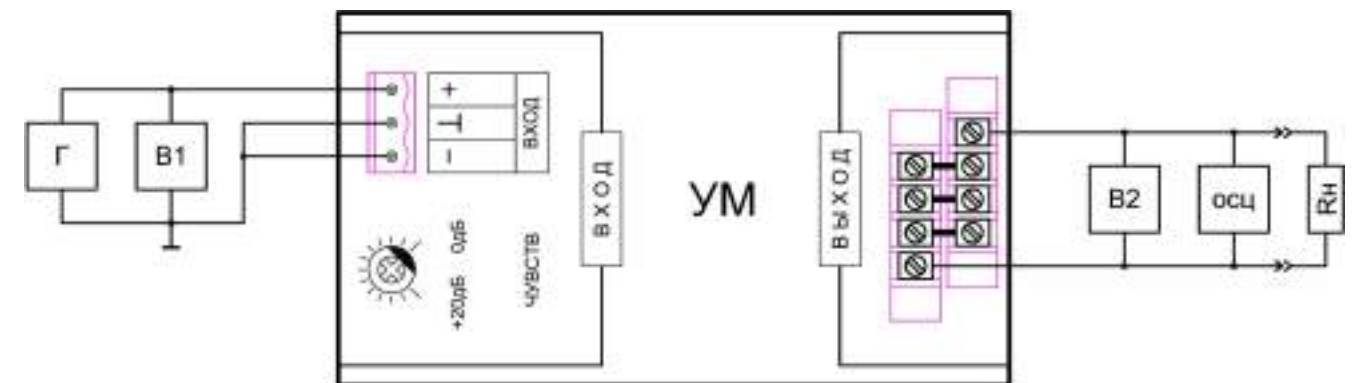
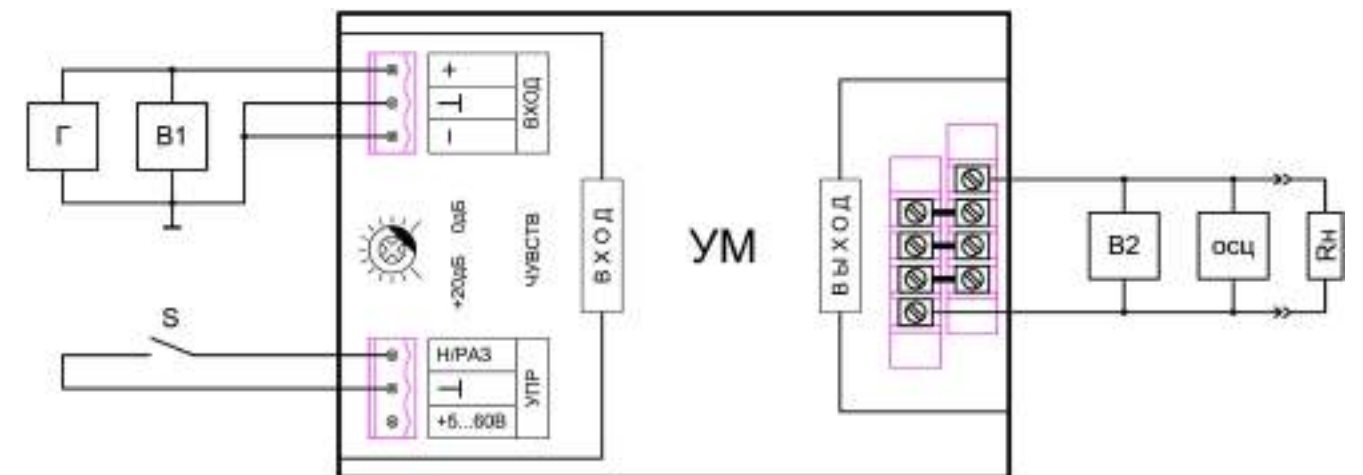

Рис.4 Схема измерений по входу ВХОД 1.
Рис.5 Схема измерений по входам ВХОД 2 и ВХОД 3.
- 10.4. Измерения проводят по несимметричной схеме подачи входного сигнала, приведенной на рис. 4 и рис. 5. Генератор сигналов подключают поочередно ко входам 1, 2 и 3, подавая сигнал на контакты, обозначенные знаком «+», а контакты, обозначенные знаком «-» соединяют с общим проводом. При подаче сигналов на вход 2 и 3 с помощью переключателя S подают сигналы управления для активации этих входов (см. п.п. 9.5., 9.6.)